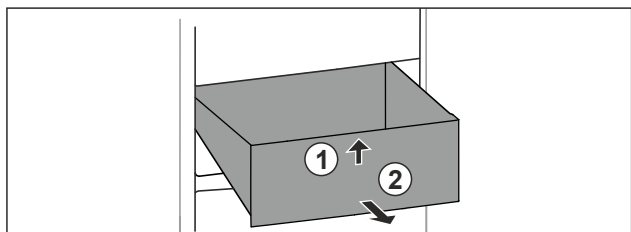

Fig. 56
- Soulever la partie avant du tiroir. Fig. 56 (1).
- Retirer le tiroir par l'avant. Fig. 56 (2)